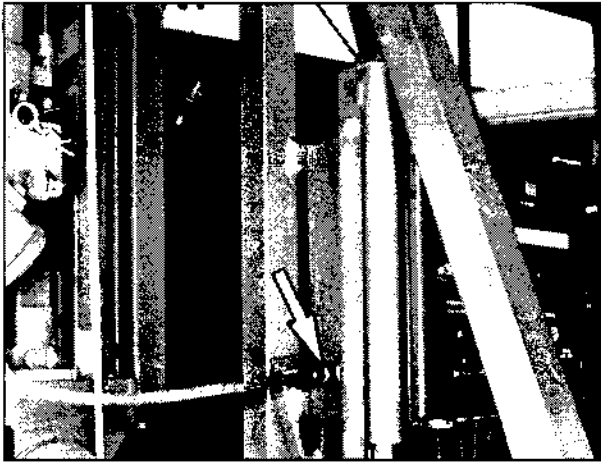

Bild 60
2. Steuerkabel für Antennendrehvorrichtung an die Steckdose (Bild 60/Pfeil) am Schaltschrank links anschließen und Staubschutzkappen zusammenschrauben.